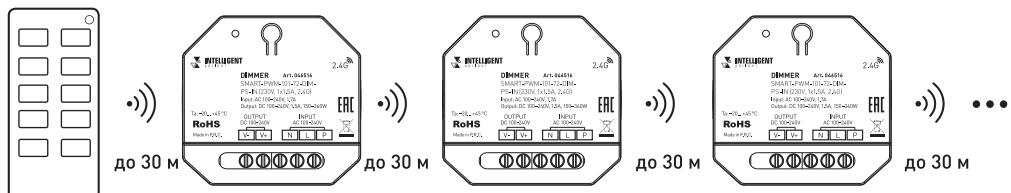

Рис. 2. Ретрансляция сигнала от пульта ДУ [до 30 м на открытом пространстве]
- Все диммеры автоматически ретранслируют сигнал от пульта ДУ или панели управления [рис. 2]. Расстояние между диммерами на открытом пространстве может достигать 30 м.